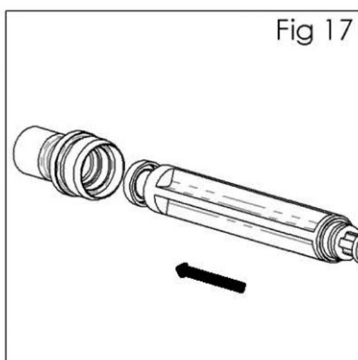

Fig 17
15. Installez le nouveau joint (22) sur l'outil d'entretien (44). La rainure doit être orientée vers l'extérieur. Enfoncez le joint (22) dans le logement (27). (Voir fig. 17).
16. Remontez les pièces restantes dans l'ordre inverse — soupape (20), ressort (21), logement (27) et serrez avec une clé hexagonale de 6 mm le ressort (29) du pointeau (24) et le bouton (28). Remettez la gâchette (39) en installant le goujon (40) et en revissant la vis de la gâchette (38) avec l'outil Star T20.
17. Appuyez à fond sur la gâchette et vissez le bouton de réglage de produit (28) jusqu'à l'arrêt. Desserrez ensuite de $\frac{1}{2}$ tour afin que le pistolet dispose de toute la course du pointeau.